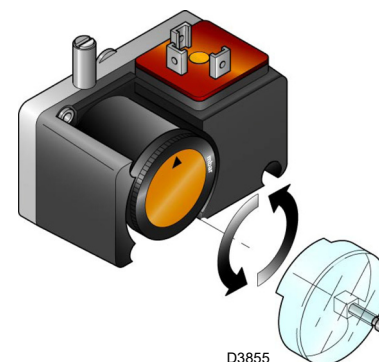

Abb. 32
- Regeln Sie den Druckwächter zur Kontrolle der Dichtheit (Kit PVP)(Abb. 32 auf Seite 32), wenn vorhanden, gemäß den dem Kit beiliegenden Anweisungen.
Regeln Sie den Druckwächter zur Kontrolle der Dichtheit (Kit PVP)(Abb. 32), wenn vorhanden, gemäß den dem Kit beiliegenden Anweisungen.